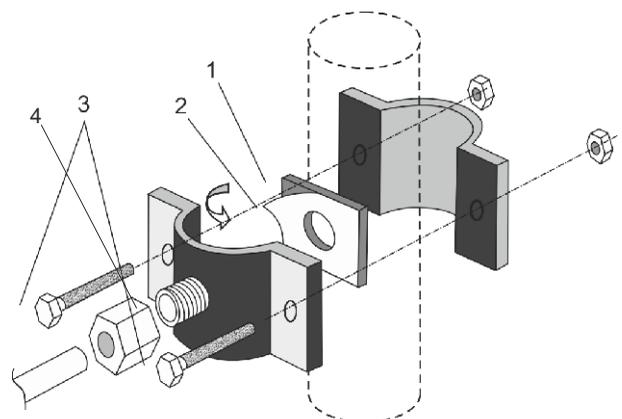
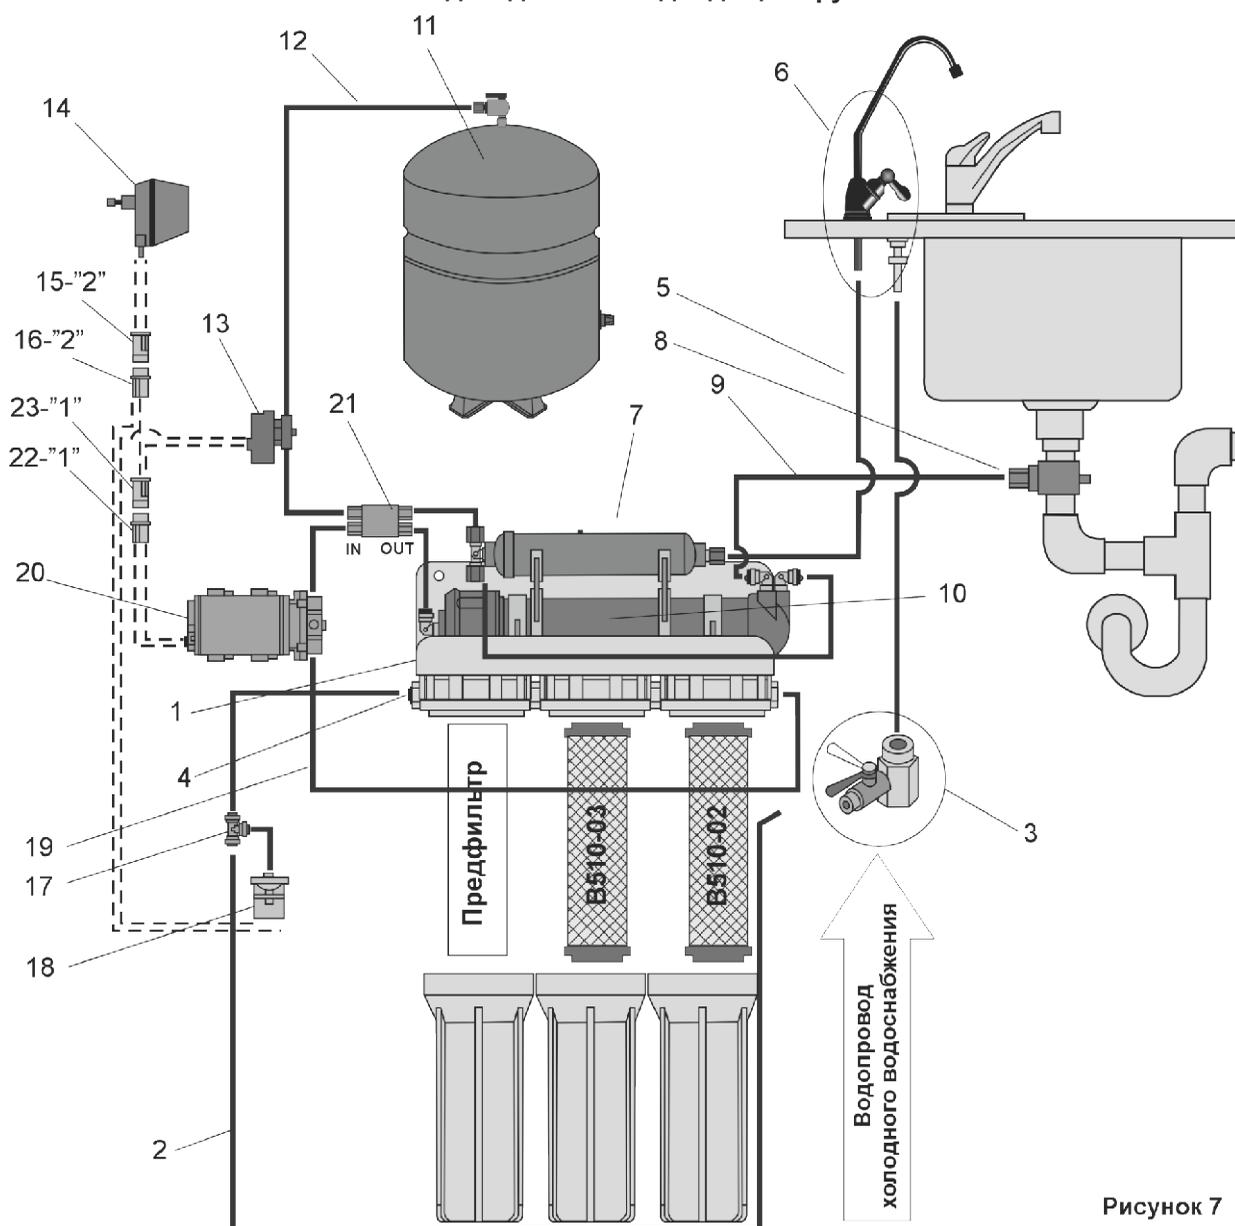

Рисунок 4
Рисунок 7
9. Дренажный хомут (рис.4)	1 шт.
Из сети холодного водоснабжения вода поступает на вход водоочистителя и в датчик низкого давления (рис.7) и проходит через блок предварительной очистки. Далее вода попадает в насос, который, создавая рабочее давление, подает ее через мембранный клапан на мембранный элемент. Корпус, в котором расположен мембранный элемент, имеет два выхода: выход чистой воды и выход дренажной воды. Через ограничитель потока дренажная вода уходит в канализацию.
- Подсоедините подводящую трубку JG, выходящую из автоматического клапана (21) (см. рис. 7) к выходу насоса (просто вставьте предварительно смоченный водой конец трубки во втулку выходного штуцера до упора на глубину примерно 15 мм).
- Соедините разъем (22)-«1» («вилка») насоса (20) с разъемом (23)-«1» («розетка») блока питания (14)(см. рис. 7)
- Соедините оставшийся разъем (15)-«2» («розетка») со свободным разъемом (16)-«2» («вилка») (см. рис. 7).
Установка водоочистителя (рис.7).
- **К дренажному хомуту (8).** На трубку (9), отходящую от дренажного штуцера корпуса мембранного элемента (10) (см. рис.7) наденьте пластиковую гайку и наверните гайку (4) на штуцер дренажного хомута (см. рис. 4).
- **К баку-накопителю (11).** На пластиковую подводящую трубку наденьте накидную гайку, вставьте в трубку пластиковую гильзу и наверните гайку на штуцер крана бака-накопителя. Другой конец трубки (12) подсоедините к свободному штуцеру мембранного клапана (13). Для этого вставьте предварительно смоченный водой конец трубки во втулку штуцера до упора на глубину примерно 15 мм.
- Отсоедините трубку JG (19) от входного штуцера насоса (20). Для этого выньте из-под пластиковой втулки стопорную клипсу. Нажмите на торец пластиковой втулки и вытяните трубку.
- Слейте через эту трубку воду в течении 15 минут, открыв основной вентиль системы холодного водоснабжения и входной кран* (см. Рисунок 7 позиция 3).
- Подсоедините трубку JG (19) к входному штуцеру насоса (20).
1. Откройте основной вентиль системы холодного водоснабжения. Закройте кран на баке-накопителе (флажок крана должен быть повернут перпендикулярно выходящей трубке) и откройте входной кран* (см. Рисунок 7 позиция 3).
Для замены постфильтра угольного (см. рис. 7):